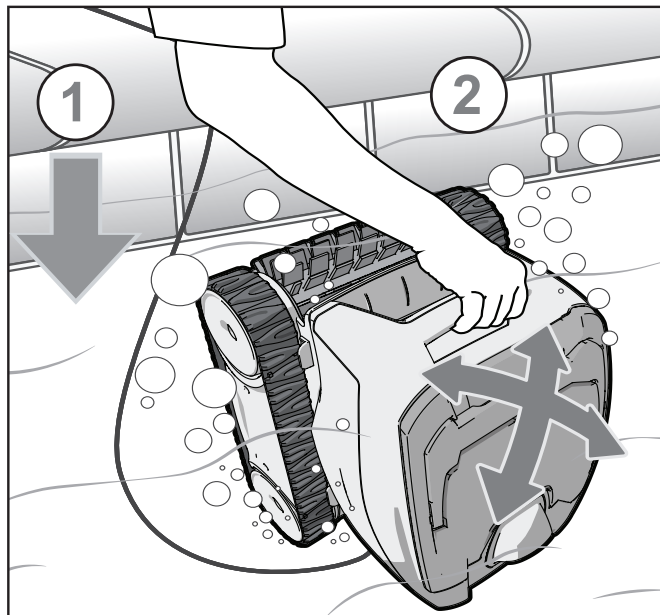

Figure 5. Sumerja y elimine el aire atrapado
2. Sumerja el limpiador verticalmente (1) y sosténgalo debajo de la superficie, moviendo suavemente de lado a lado (2) hasta que las burbujas se detengan para eliminar todo el aire atrapado dentro (Figure 5).